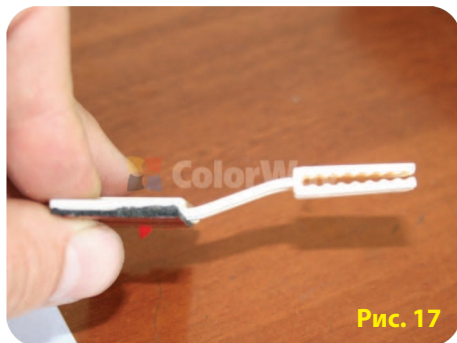

Рис. 17
- 5.1. Для правильной работы СНПЧ Т-образный держатель нужно немного изогнуть. (Рис. 17; 18) приложив небольшие усилия. Для облегчения загиба Т-образного держателя не сильно разогрейте пластик держателя зажигалкой.